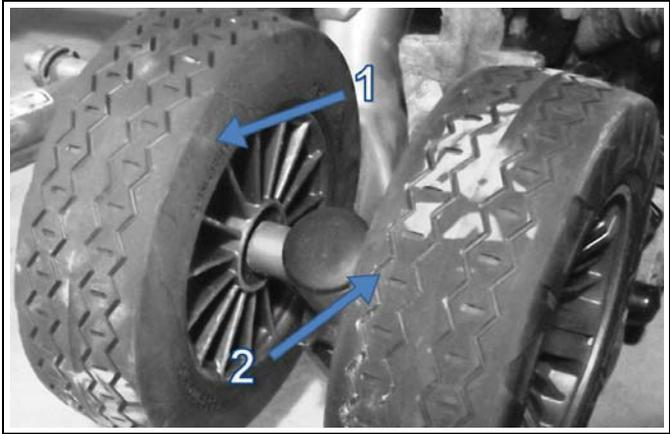

Figure 30
Vérifier l'usure des roues d'uréthane sur la bande de contact intérieure (1) et entre les profils des crampons (2). Si la bande est usée ou perforée ou le pneu est craquelé entre les profils, remplacer la roue. Elle n'offre plus un support adéquat à la chenille et les guides peuvent s'user prématurément. Référez-vous à la Figure 30.